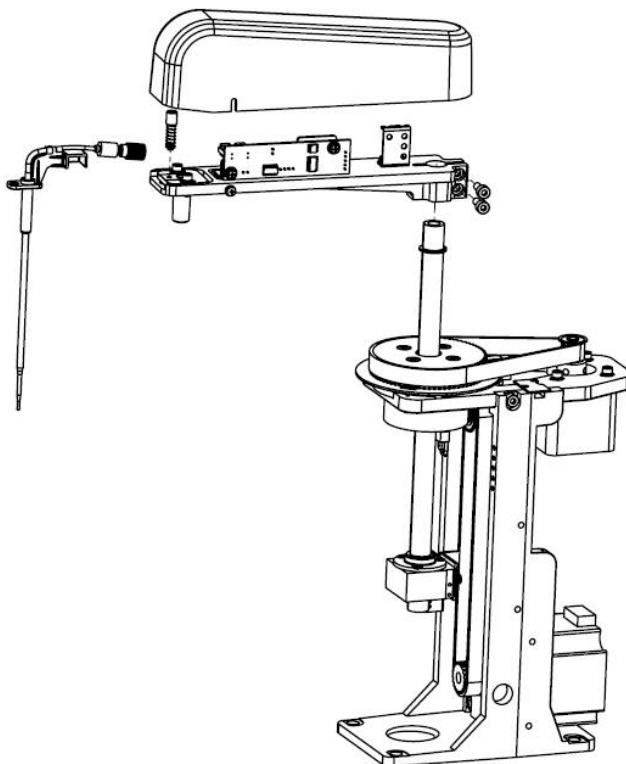

图 6-18 试剂加样机构拆装
1. 试剂针单元主要结构，如图 6-18。
4. 试剂臂由试剂针、液面感应板、加样臂罩、针固定柱等组成，由试剂臂托架支撑、连接。如图 6-18 所示：